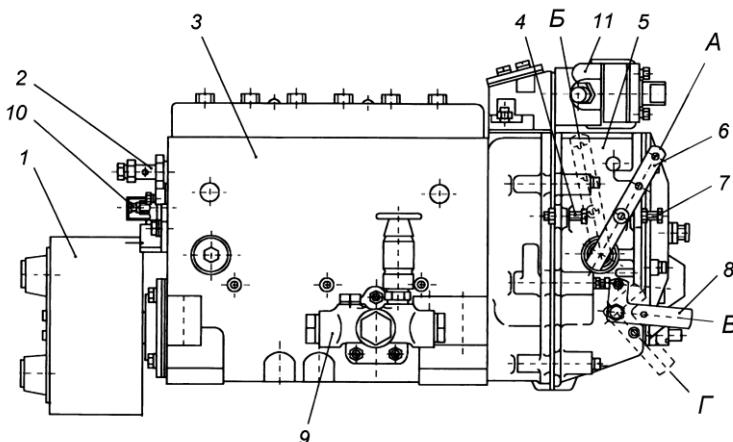
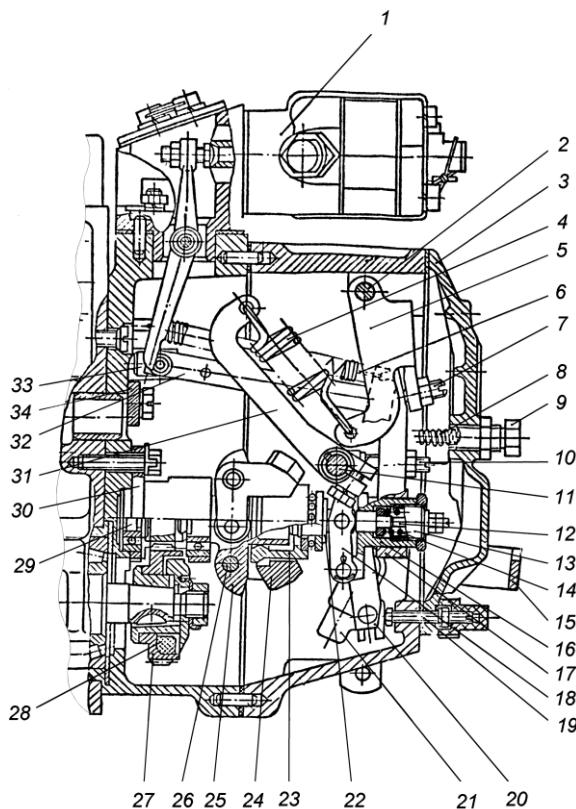
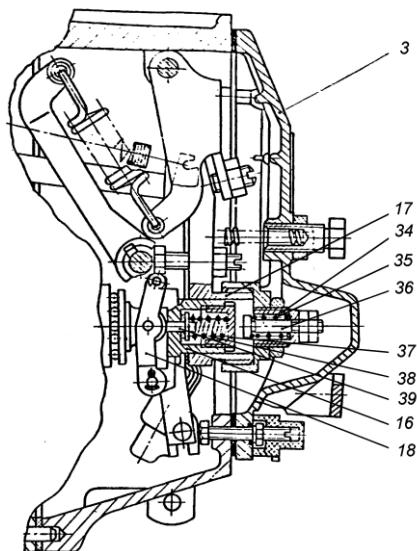

Рис. 25. Топливный насос высокого давления:
Рис. 26. Регулятор частоты вращения:
Рис. 27. Регулятор частоты вращения:
Топливный насос высокого давления в сборе с регулятором частоты вращения, топливоподкачивающим насосом и демпферной муфтой изображен на рис. 25.
Регулятор частоты вращения (рис. 26, 27) механический всережимный центробежного типа предназначен для поддержания заданного водителем скоростного режима работы двигателя путем автоматического изменения количества подаваемого топлива в зависимости от изменения нагрузки на двигатель.
Муфта 23 с упорной пятой 22 в сборе одним концом опирается на направляющую поверхность державки, а за второй конец подвешена на рычаге 18 корректора, закрепленном на втулке 16 рычага регулятора. Пята муфты грузов связана через узел отрицательного корректора с рычагом рейки 20 и через тягу 32 с рейкой топливного насоса. К верхней части рычага рейки присоединена пружина 6 рычага рейки, удерживающая рейку насоса в положении, соответствующем максимальной подаче, что обеспечивает увеличенную подачу топлива при пуске двигателя. В нижнюю часть рычага рейки запрессован палец, который входит в отверстие ползуна кулисы 21. Вал 11 рычага регулятора жестко связан с рычагом управления 6 (рис. 25) и рычагом пружины 31. Перемещение рычага управления регулятором ограничивается двумя болтами 4 и 7 (рис. 25). За рычаг пружины
31 (коротким зацепом) (рис. 26) и двуплечий рычаг 5 (длинным зацепом) зацеплена пружина регулятора 4, усилие которой передается с двуплечего рычага на рычаг регулятора через винт - 7 двуплечего рычага. В рычаг регулятора ввернут регулировочный болт 10, который упирается в вал рычага пружины и служит для регулировки номинальной подачи топлива. В нижней части рычаг регулятора снабжен боковой накладкой, удерживающей втулку 16 обратного корректора и упорную пятку 22 от проворота. Кроме того, хвостовик болта крепления боковой накладки, входя в боковой продольный паз втулки предохраняет ее от выпадания из расточки рычага. Упор 34, закрепленный на корпусе регулятора, не позволяет рычагу пружины 31 опасно приближаться к врачающейся державке грузов. В нижней части рычага регулятора расположены корректирующие устройства, предназначенные для формирования внешней скоростной характеристики ТНВД и крутящего момента двигателя. ТНВД 133-20 оснащен отрицательным корректором (рис. 26), а ТНВД 133-30 – комбинированным корректором (рис. 27). Для полного выключения подачи топлива служит механизм останова, состоящий из кулисы 21, скобы 15 и возвратной пружины. Во время работы кулиса прижата усилием возвратной пружины к регулировочному винту 19.
грузов 23 рычаг рейки 32 до упора втулки 16 (рис. 27) отрицательного корректора в положительный корректор 36. Далее, преодолевая сопротивление буферной пружины 8, грузы перемещают вправо всю систему рычагов и рейку ТНВД до установления цикловой подачи секции ТНВД, соответствующей минимальному скоростному режиму (режиму минимальной частоты вращения холостого хода).
Корректоры, установленные на рычаге 17 регулятора (рис. 26 и 27), обеспечивают изменение цикловой подачи в зависимости от частоты вращения коленчатого вала.
Положительный корректор 34, 35, 36 (рис. 27) обеспечивает постоянное увеличение подачи топлива при уменьшении частоты вращения коленчатого вала двигателя от номинальной до 1300 ± 50 мин⁻¹ и тем самым обеспечивают тяговую характеристику двигателя в зоне максимального крутящего момента.
Отрицательный корректор ТНВД 133-30 (16, 18, 37, 38, 39 рис. 27), обеспечивает постепенное уменьшение цикловой подачи топлива при уменьшении частоты вращения коленчатого вала двигателя от 1300 мин^{-1} до 1000 мин^{-1} и тем самым обеспечивает бездымную работу двигателя.
Отрицательный корректор ТНВД 133-20 (12, 13, 14, 16, 18 рис. 26) обеспечивает постепенное уменьшение цикловой подачи топлива при уменьшении частоты вращения коленчатого вала двигателя от номинальной до 1000 мин^{-1} .
- 1 Минимальная частота вращения холостого хода регулируется болтом 7 (рис. 25) и корпусом буферной пружины 9 (рис. 26);
- 2 Максимальная частота вращения холостого хода (начало выброса рейки) регулируется болтом 4 (рис. 25).
- 3 Номинальная мощность (подача) регулируется болтом 10, подрегулируется винтом 19 (рис.26).
- 4 Максимальный крутящий момент (для ТНВД 133-30) подрегулируется корпусом пружины корректора 34 (рис. 27).
- 5 Предварительное натяжение пружины (разность оборотов конца и начала выброса рейки) регулируется винтом 7 (рис. 26).
для ТНВД 133-20 - гайкой корректора 12 (рис. 26);
для ТНВД 133-30 - шайбами между упором 39 и втулкой 16 корректора (рис. 27).
для ТНВД 133-20 - корпусом корректора 13 (рис. 26);
для ТНВД 133-30 - шайбами между пружиной 38 и пробкой 37 корректора (рис. 27).